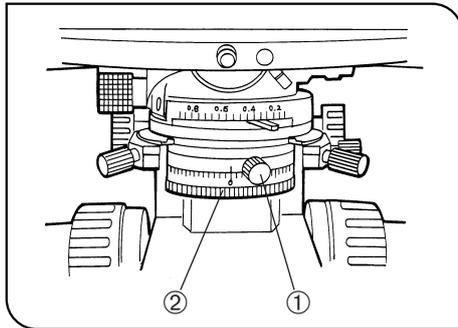

Fig. 30
(Fig. 30)
2. Inserire l'analizzatore girevole nel percorso ottico e regolare la scala delle direzioni di vibrazione su 0°. Bloccare con la vite di fermo (Fig. 30).
4. Allentare la vite di fermo del polarizzatore ①. Girare la ghiera di rotazione del polarizzatore ② così da ottenere l'oscuramento completo. A questo punto, serrare la vite di fermo ① (Fig. 30).